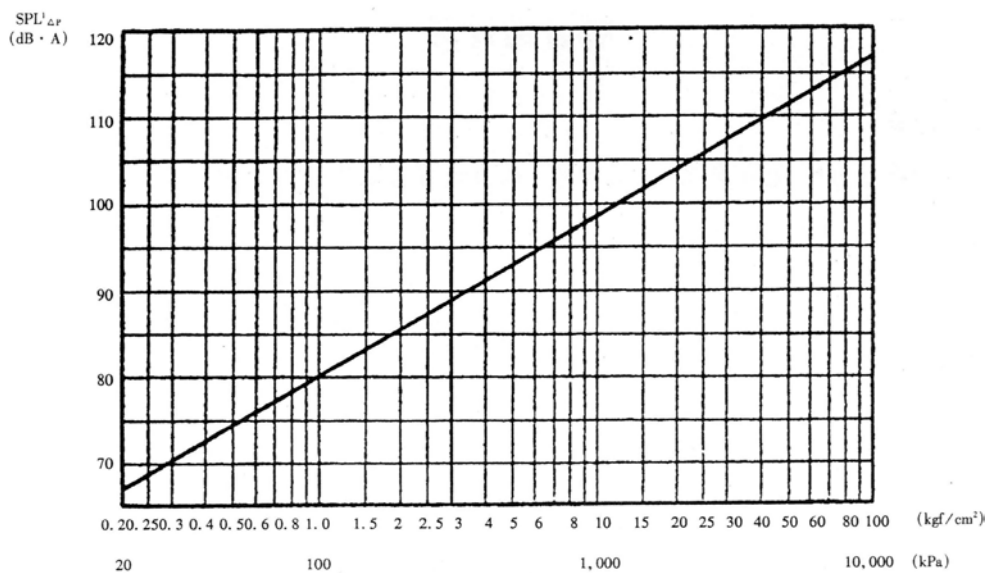

图 1 调节阀两端压差所引起的基本噪音声压级
$SPL_{\Delta P}$ ：调节阀两端压差引起的噪音声压级 (dBA) (参考图 1)
- b) 根据流体条件计算 Cv 值，确定连接口径 (确定额定 Cv 值) -----①
- c) 根据阀工作时流体条件计算 Cv 值-----②
d) 用①②计算出 $L = \frac{Cv_{计算值}}{Cv_{额定值}} \times 100$
f) 求出 $SPL_{\Delta P}$ -----用 ΔP 从图 1
$SPL_{\Delta P}=97 \text{ dB} \cdot A$ ($\Delta P=8 \text{ kgf/cm}^2$ ----- 图 1)
$SPL_v=+7 \text{ dB} \cdot A$ ($\Delta P/P_1=0.5$ ----- 图 1)
$SPL_{\Delta P}=111 \text{ dB} \cdot A$ ($\Delta P=45 \text{ kgf/cm}^2$ ----- 图 1)